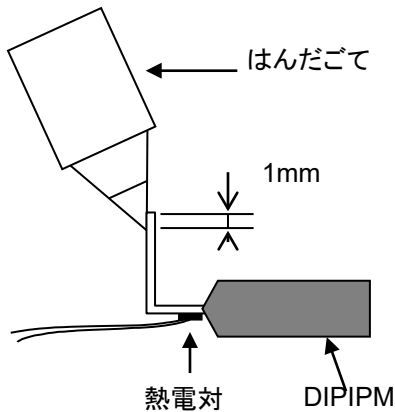

図 2-4-5 評価状態
(1) 評価サンプル: PSSxxS71F6 (小型 DIIPM Ver.4 同等外形)
(2) 評価手順
- ・熱容量的に小さい制御側外部リード端子先端(先端から 1mm)の箇所にはんだごて(50W)をあて、リード端子根元の温度上昇を測定する。(図 2-4-5)